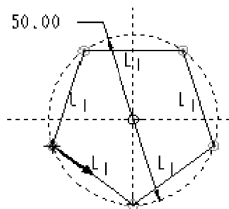
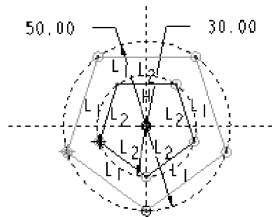

图 6-38 下底面
图 6-39 上底面
(8) 草绘如图 6-38 所示的正五边形作为下底面。
(9) 按下鼠标右键，在弹出的快捷菜单中选择【切换截面】选项，进入下一个截面。
(10) 草绘如图 6-39 所示的正五边形作为上底面。
(11) 单击【草绘器工具】工具栏中的【完成】按钮 ，完成截面草绘。